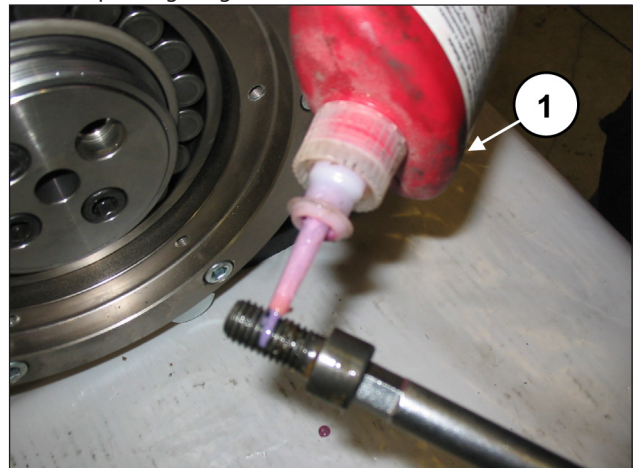

Abb. 88
Tragen Sie LOCTITE 243 auf das Gewinde der Schrauben M12x25 (Pos. ①, Abb. 88).